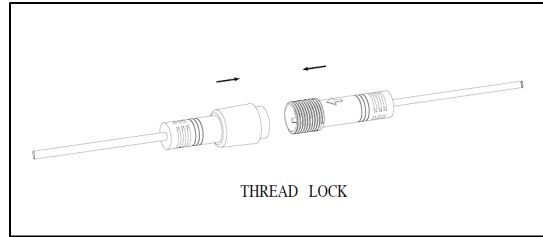

Figure 19
- Connectez le boîtier du pilote à distance au module de trim et serrez le connecteur à écrou à la main. La flèche sur les parties mâle et femelle du connecteur entre le câble du pilote et le câble du luminaire doit correspondre. (Figure 19).